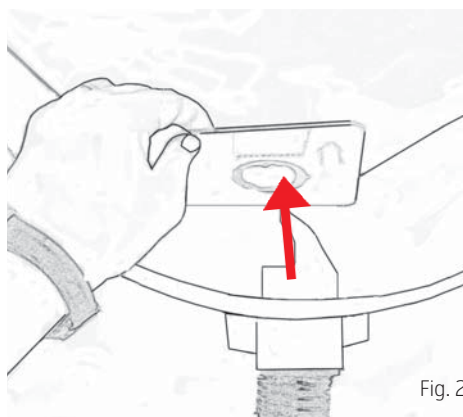

Fig. 23
5. Fjern den gamle støvpose ved at dreje papstiveren til venstre eller højre, så indtagets hævede del passer i sporet på pappet. Træk forsigtigt posen ud af beholderen, fig. 23. Fold den perforerede del af pappet mod åbningen af posen for at forhindre, at posens indhold slipper ud.